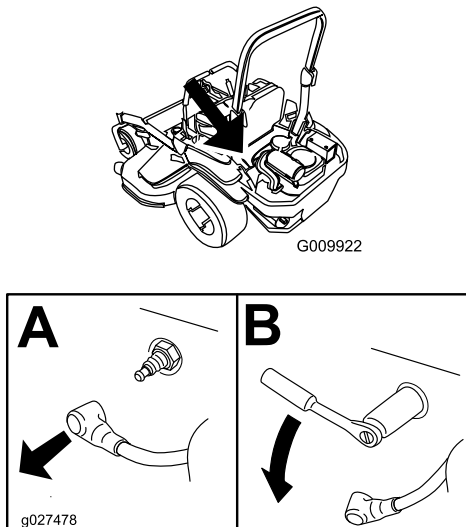

Figure 57
4. Localisez et retirez la ou les bougies comme montré à la Figure 57.